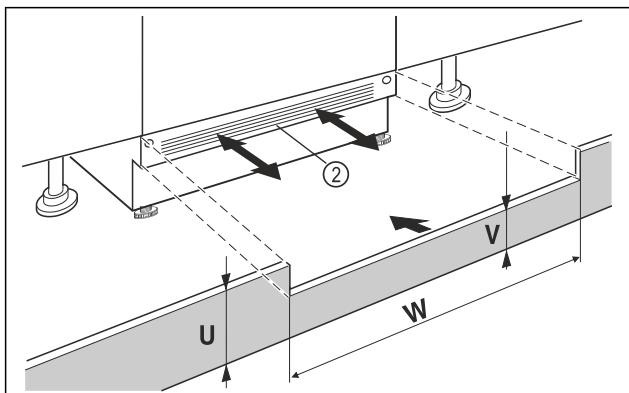

Fig. 96 例图
- ▶ 安放冰箱基座饰板 Fig. 96 (2), 但暂时不要固定。
- ▶ 基座饰板 Fig. 96 (2) 可见时, 将其尽可能向前拉动, 以使通风格栅的前缘与家具基座饰板构成一个平面。
- ▶ 基座饰板 Fig. 96 (2) 被盖住时, 将其推到最后面。
- ▶ 确保通风口完全畅通无阻: 必要时, 裁剪家具基座饰板 Fig. 96 (U) 的高度!
- ▶ 沿着壁龛宽度方向 Fig. 96 (W) 调整 Fig. 96 (V) 冰箱基座饰板 Fig. 96 (2) 下方的腹板高度。